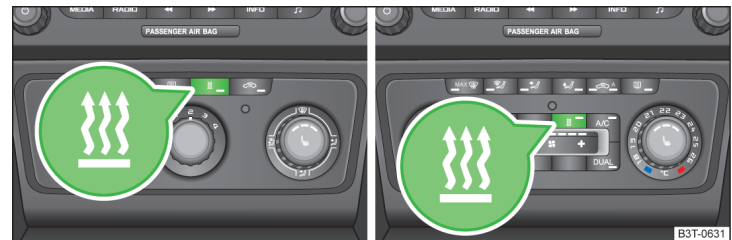

Fig. 126 Tasta pentru activarea/dezactivarea directă de pe elementul de comandă al sistemului de aer condiționat / Climatronic
-  cu tasta de pe unitatea de comandă pentru instalația de climatizare manuală / Climatronic. Lampa de control din tastă se aprinde » fig. 126;
-  cu tasta de pe unitatea de comandă pentru instalația de climatizare manuală / Climatronic. Lampa de control din tastă se stinge » fig. 126;
Dacă instalația funcționează, în tasta simbol  » fig. 126 luminează o lampă de control.